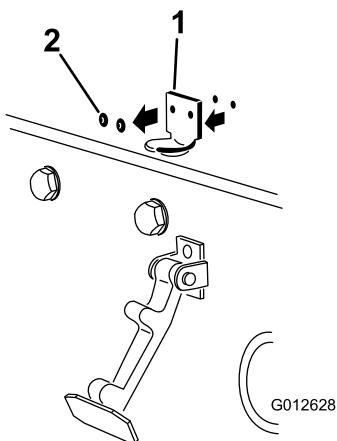

Рисунок 5
2. Выверните два болта, которые крепят кронштейн защелки капота к капоту (Рисунок 5).
Примечание: Стопорный кронштейн должен быть прижат к капоту (Рисунок 5).